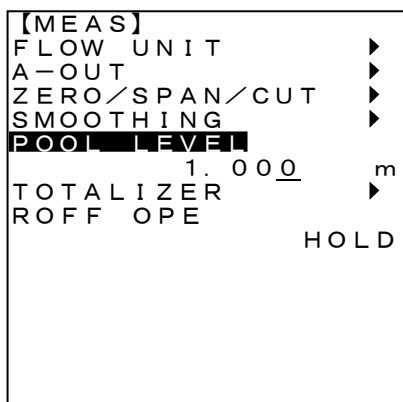
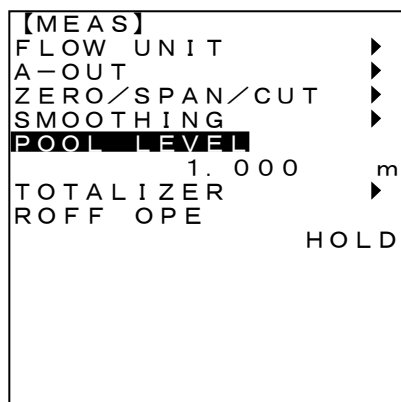

図4-14
図4-15
- (2) <0>~<9>、<./STRT>、<-/STOP>キーで値を入力し<ENT>キーを押し入力値を決定します。(図4-14、図4-15)